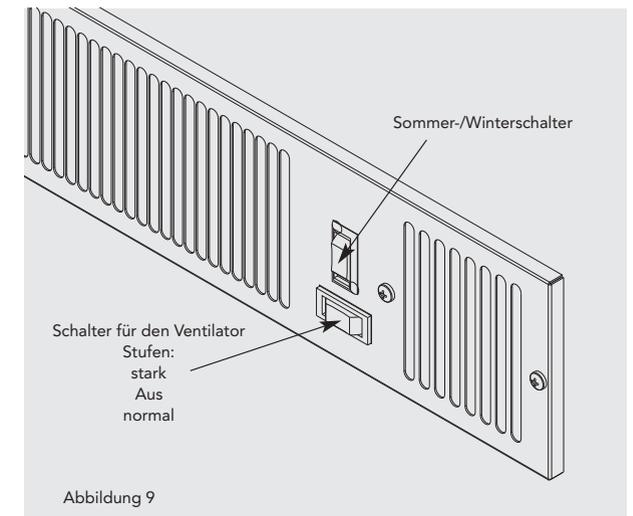

Abbildung 9
6. Stellen Sie die Stromversorgung her, schalten Sie das Gerät ein und testen Sie den KICKSPACE®. Siehe Abbildung 9.